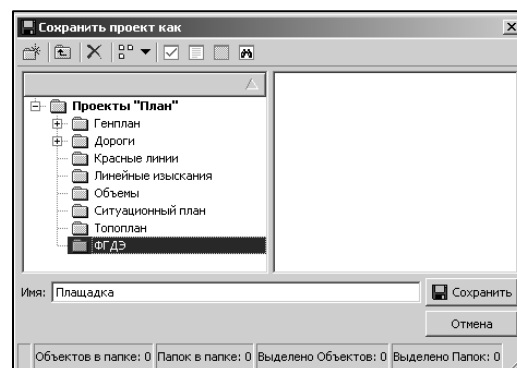

Рис. 3.5
4.1. В окне **Сохранить проект как** создайте новую папку **ФГДЭ** (рис. 3.5) и нажмите кнопку **Сохранить**. При этом в эту папку сохранится проект с именем **Площадка** и узел **Откос**.